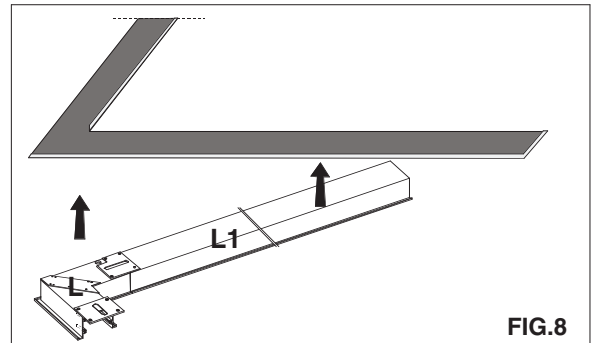

FIG.8
- Inserire i moduli L ed L1 precedentemente assemblati come da istruzioni di pag.1. PAG.2 -FIG.8